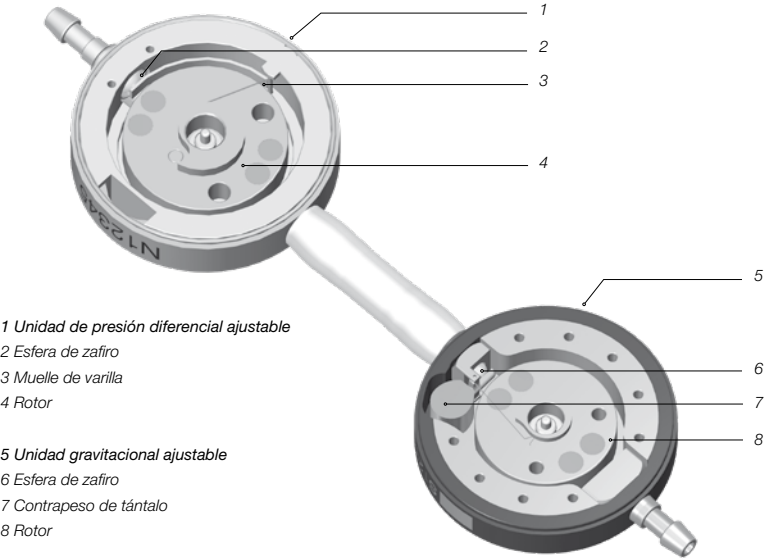

Fig. 1: Sección transversal de la M.blue plus
La *M.blue plus* es una válvula fabricada en titanio. Se compone de una unidad de presión diferencial ajustable (en adelante, también denominada *proGAV 2.0*) y una unidad gravitacional ajustable (en adelante, también denominada *M.blue*) (Fig. 1). La unidad de presión diferencial ajustable, situada en la parte proximal de la válvula (1), está formada por una carcasa estable de titanio dentro de la cual se integra, en su parte delantera, una válvula de bola y cono (2) de eficacia probada. Un muelle de varilla (3) determina la presión de apertura de esta unidad. Mediante un rotor con alojamiento giratorio (4) se puede ajustar la pretensión del muelle y, a través de la piel, regular la presión de apertura de la válvula.